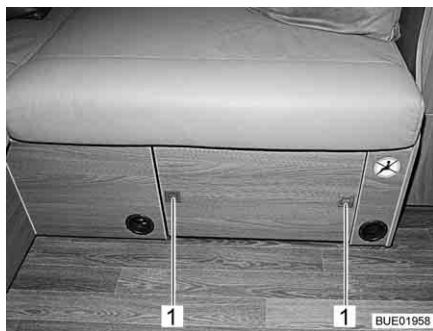

Bild 116 Couchtisch, verstaut
Couchtisch ausfahren: ■ Druckknöpfe (Bild 116,1) an der Sitzkastenblende drücken. Die Druckknöpfe springen heraus.
■ Druckknöpfe (Bild 116,1) hineindrücken, bis sie einrasten.